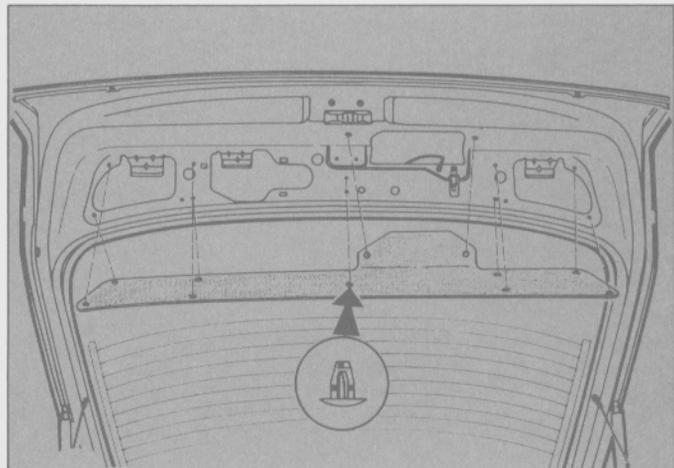

Fig. 324
- Instalar el panel de tapizado del portón trasero (Fig. 324).